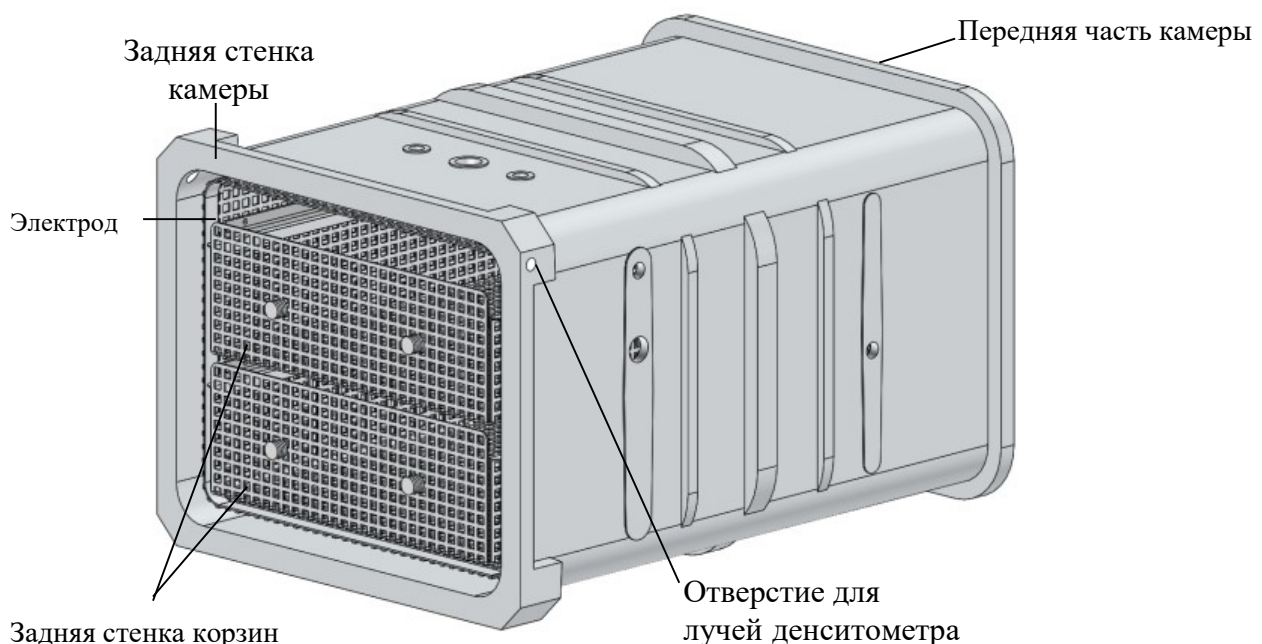

Рисунок 5
2. В верхней корзине необходимо располагать пакеты таким образом, чтобы не закрывать отверстие, необходимое для прохождения лучей денситометра, расположенное сбоку возле задней стенки камеры (Рисунок 5). В случае, если отверстие будет закрыто пакетами, на экране высветится надпись: «Препятствие на пути луча денситометра», цикл стерилизации не запустится до тех пор, пока не будет устранена помеха.